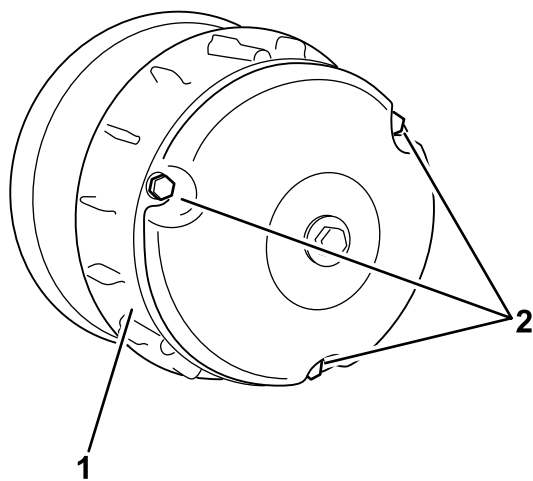

图 58
2. 拧掉将离合器盖固定到离合器的 3 个螺栓取下盖子图 58。
4. 安装离合器盖使用在 2 中卸下的 3 个螺栓图 58 固定。